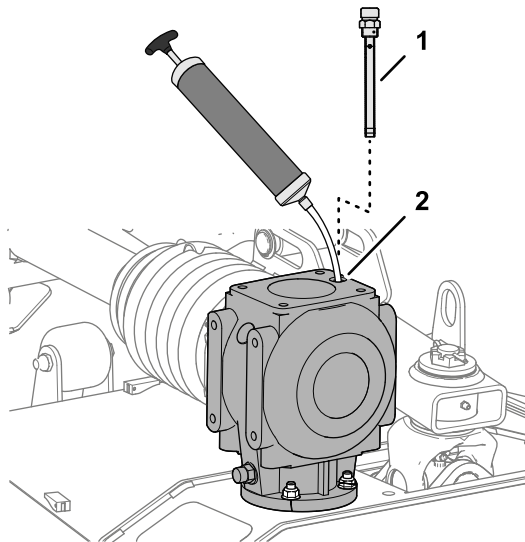

Bild 62
1. Nehmen Sie den Peilstab von der Oberseite des Getriebes ab (Bild 62).
2. Das Getriebeöl durch die Peilstaböffnung mit einer Saugpumpe aus dem Getriebe absaugen (Bild 62).